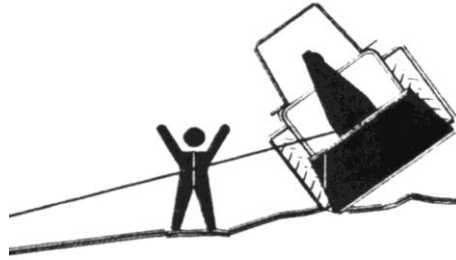

Bild 4
- 27. Auf einem unebenen Gebiet bzw. bei Nichtbeachtung des maximal erlaubten Zugwinkels besteht eine Umkipppgefahr (Bild 4).